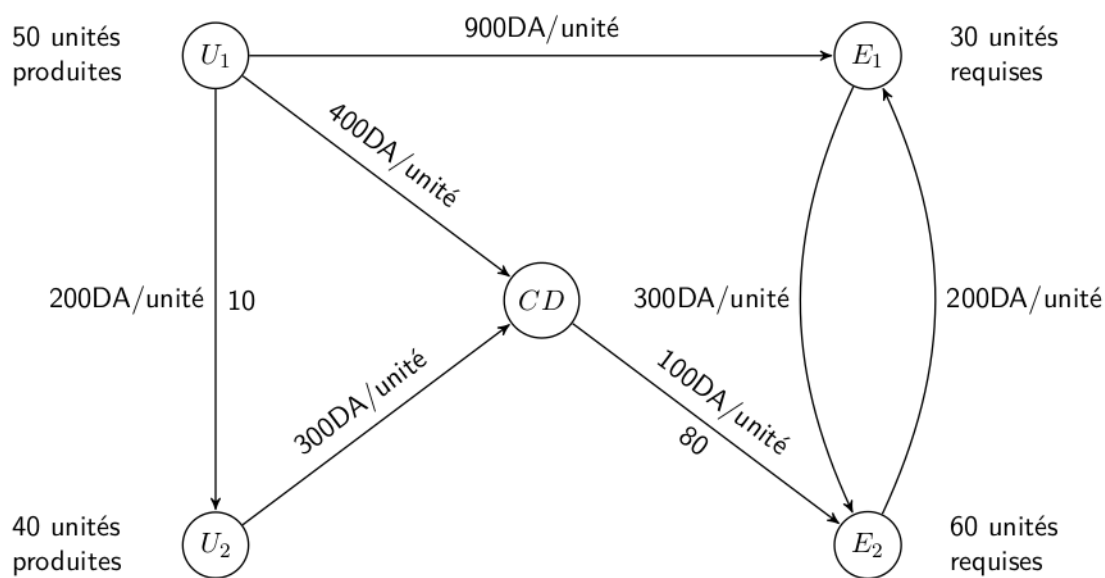

Figure 1: Réseau de distribution
Réseau de distribution Considérons deux usines (U_1 et U_2), un centre de distribution (CD), et deux entrepôts (E_1 , E_2). Chaque usine fabrique un certain nombre d'unités d'un même produit (l'offre). Chaque entrepôt requiert un certain nombre d'unités de ce même produit (la demande). Sur chaque lien (arc) du réseau, il y a un coût de transport par unité de produit (coût unitaire). De plus, sur certains arcs, il y a une capacité maximale sur le nombre d'unités transportées. Le réseau considéré est représenté dans la Figure 1. L'objectif est de minimiser le coût de transport total.